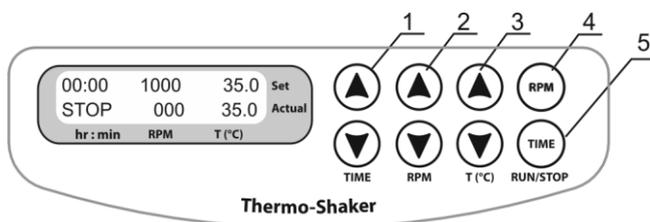
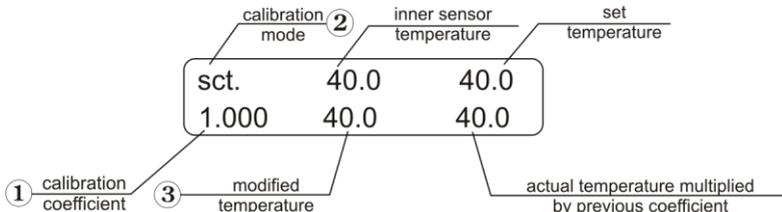

Fig.3 Panneau de configuration
Fig. 5 Panneau de configuration en mode de calibrage
- 4.3. **Réglage de la durée (TIME).** Utilisez les touches **TIME ▲** et **▼** (Fig. 3/1) pour programmer l'intervalle de durée de travail souhaitée en heures et en minutes (intervalle d'incrémentations de 1 min). Appuyez sur la touche pendant plus de 3 secondes pour augmenter l'incrémentations.
- 4.4. **Réglage de la vitesse (RPM).** À l'aide des touches **RPM ▲** et **▼** (Fig. 3/2), programmez la vitesse requise (intervalle d'incrémentations 10 tpm.). Appuyez sur la touche pendant plus de 3 secondes pour augmenter l'incrémentations.
- 4.5. **Réglage de la température (T °C).** Utilisez les touches T °C ▲ et ▼ (Fig. 3/3) pour régler la température nécessaire (intervalle d'incrément de 0,1°C). Appuyez sur la touche pendant plus de 3 secondes pour augmenter l'incrément.
- 4.7. Appuyez sur la touche **RPM-RUN/STOP** (Fig. 3/4). Le bloc thermostaté se mettra à tourner et l'indicateur du minuteur commencera à décompter l'intervalle de temps (précis à 1 minute près).
- 4.10. Il est possible de redémarrer le minuteur en cours de fonctionnement, si nécessaire. Appuyez une fois sur la touche **TIME-RUN/STOP** (Fig. 3/5) pour arrêter le minuteur. Appuyez de nouveau sur la touche **TIME-RUN/STOP** pour redémarrer le minuteur.
- 5.2. Pour entrer le coefficient de calibrage, maintenez la touche **TIME-RUN/STOP** (Fig. 3/5) appuyée pendant plus de 8 s pour activer le mode de calibrage. Le coefficient de calibrage s'affichera sur l'écran (Fig. 5/1).
- 5.3. Entrez la valeur 1,000 en utilisant les touches **RPM ▲** et **▼** (Fig. 3/3) pour rétablir les paramètres d'usine comme le montre la figure 5/1.
- 5.9. Maintenez enfoncée la touche **TIME-RUN/STOP** (Fig. 3/5) pendant plus de 8 secondes pour activer le mode de calibrage. Les paramètres suivants s'afficheront sur l'écran (Fig.5):
En utilisant les touches **Temp ▲** et **▼** (Fig.3/3), modifiez le coefficient de calibrage (Fig.6A/1) pour que la nouvelle valeur de température (Fig.6A/2) corresponde à la température du capteur autonome. Prenons l'exemple d'un coefficient de calibrage de 0,974 (dans la plage: entre 0,936 et 1,063; intervalle d'incrémentations de 0,001).
- 5.11. Une fois le calibrage terminé, appuyez une fois sur la touche **RPM-RUN/STOP** (Fig. 3/4) pour sauvegarder les changements et sortir du mode de calibrage.